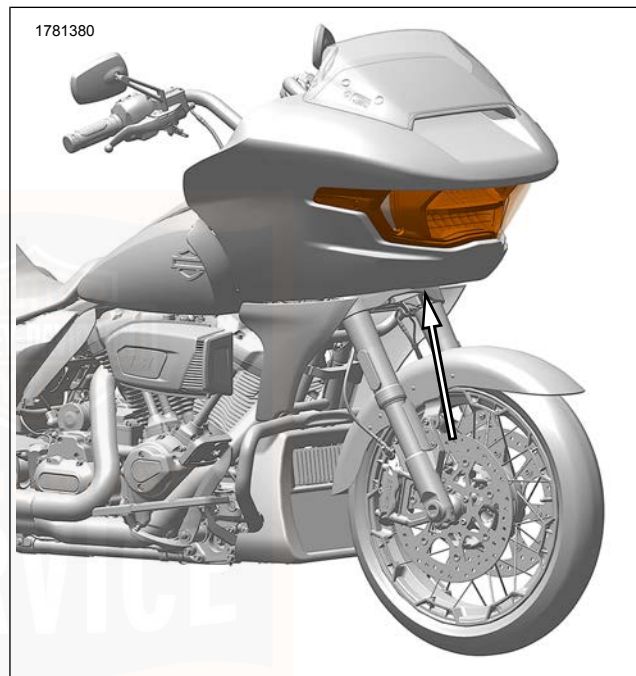
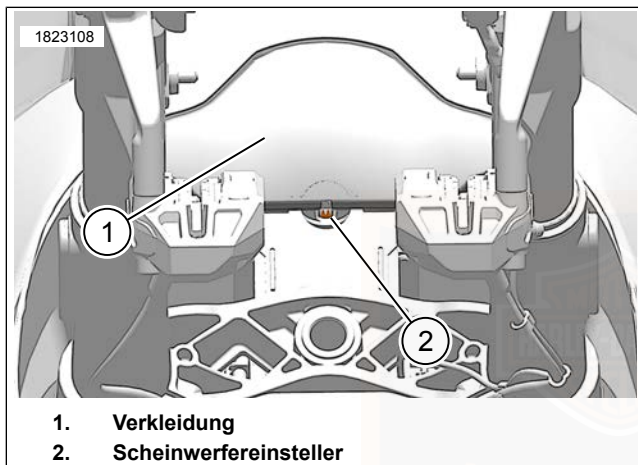

Abbildung 114. Scheinwerfereinstellschraube
Abbildung 115. Scheinwerfereinsteller (Ansicht von der Unterseite der Verkleidung aus)
1. Siehe Abbildung 114 und Abbildung 115. Einen entsprechend großen Kreuzschlitzschraubendreher Nr. 2 vertikal hinter der Bugschutzabdeckung einführen.